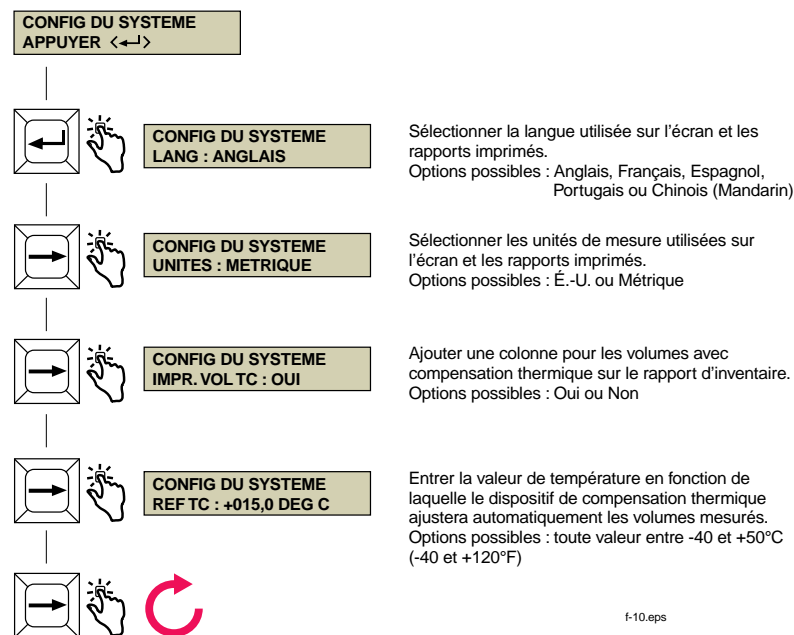

Figure 6. Menu de configuration du système
À partir de l'écran Configuration du système, faire défiler les options de configuration du système. Modifier la configuration selon les besoins en choisissant parmi les options présentées à la figure 6.
1. Lorsque la valeur du paramètre de configuration du système IMPR. VOLUME TC est Non (voir figure 6 à la page 10), les colonnes VOLUME TC et TEMP. ne s'impriment pas.